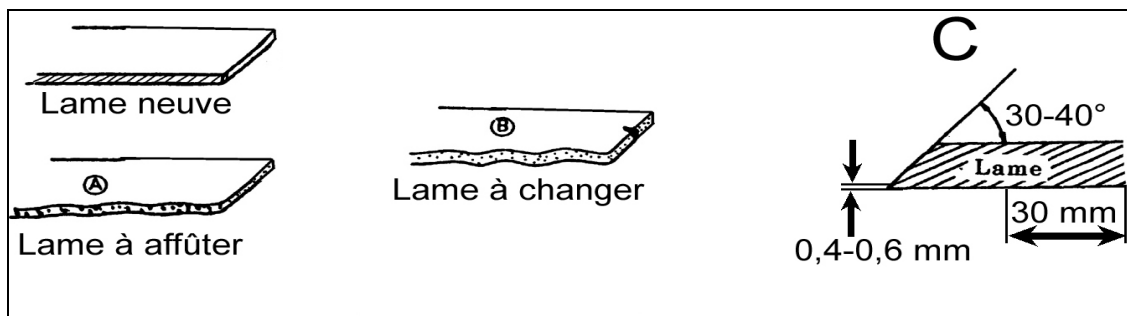

Figure 13
-Si votre lame a l'aspect de celle schématisée sur la figure 13, repère A, affûtez-la.
-Maintenez lors de l'affûtage, l'angle d'affûtage de la lame qui dans le cas présent doit être compris entre 30 et 40 degrés (figure 13, repère C).
-Maintenez un rebord de coupe compris entre 0,4 à 0,6 mm (figure 13, repère C). Un rebord de coupe plus fin s'émoussera et se cassera plus facilement.